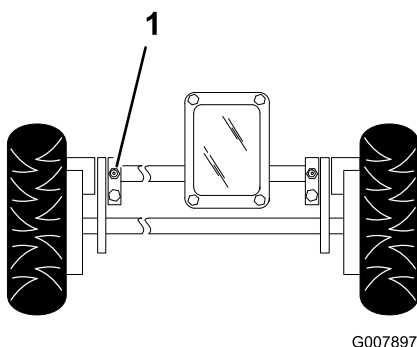

Bild 28
1. Wischen Sie die Schmiernippel mit einem sauberen Lappen ab (Bild 28).